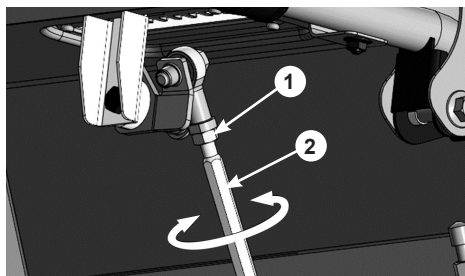

Рис. 33. Регулировка длины тяги рычага переключения передач
- Если данное условие не выполняется, ослабьте затяжку контргайки сверху и снизу тяги и, вращая шестигранную тягу по или против часовой стрелки, отрегулируйте положение фрикционного колеса (Рис. 33).